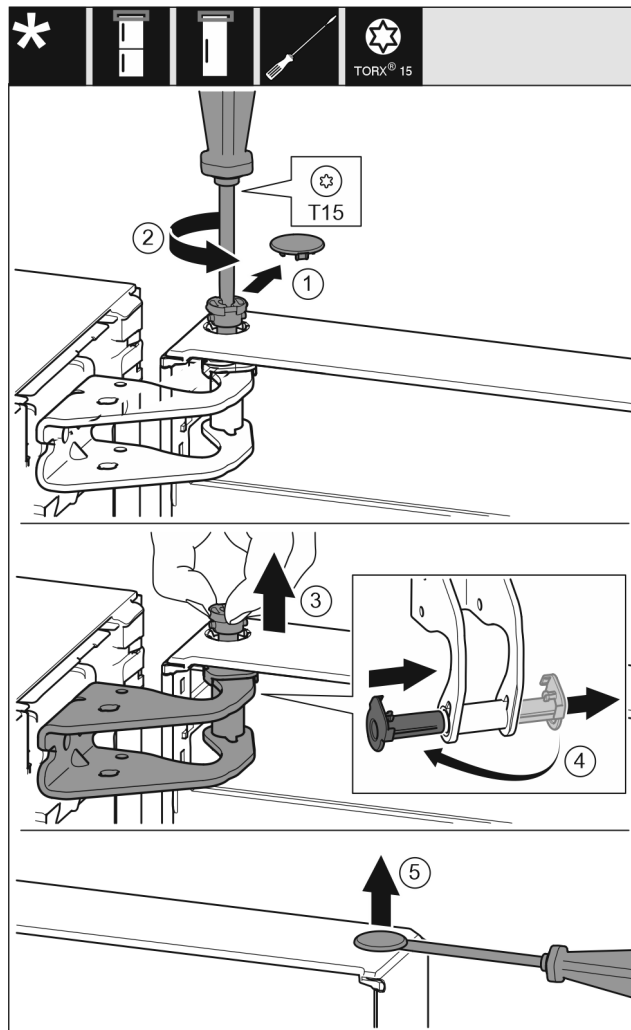

Fig. 7
- Enlever délicatement le cache de sécurité. Fig. 7 (1)
- Dévisser légèrement le bouchon avec un tournevis T15. Fig. 7 (2)
- Tenir fermement la porte et sortir le boulon avec les doigts. Fig. 7 (3)
- Tirer la douille de palier en dehors du guide. La mettre de l'autre côté et l'enclencher. Fig. 7 (4)
- Soulever délicatement le bouchon en dehors de la douille de palier de porte avec un tournevis plat et le sortir. Fig. 7 (5)